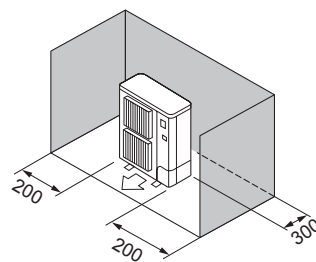

Fig. 2-5
- ③ Перешкоди ззаду та з боків (Fig. 2-5)